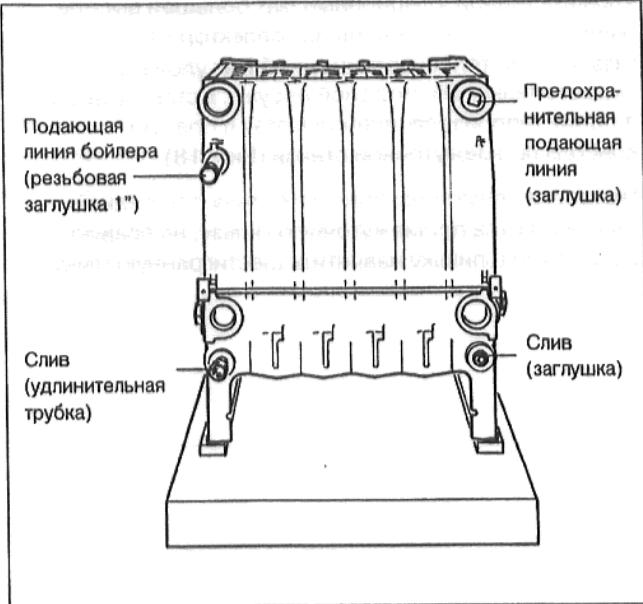

Рис. 15
- На задней стороне котла вставить одну заглушку в предохранительную подающую линию и одну заглушку во второй патрубок слива, а также удлинительную трубку для крана наполнения и опорожнения котла и резьбовую заглушку 1" в подающую линию бойлера, используя пеньку и уплотнительную массу для резьбы (Рис. 15).